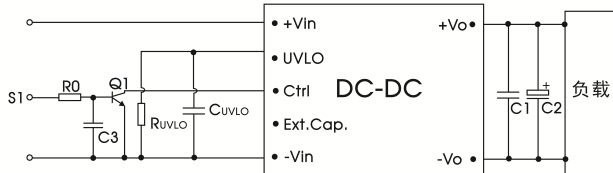

图 4
- 4.Ctrl 电流型逻辑电路应用可参考图 4 进行设计。